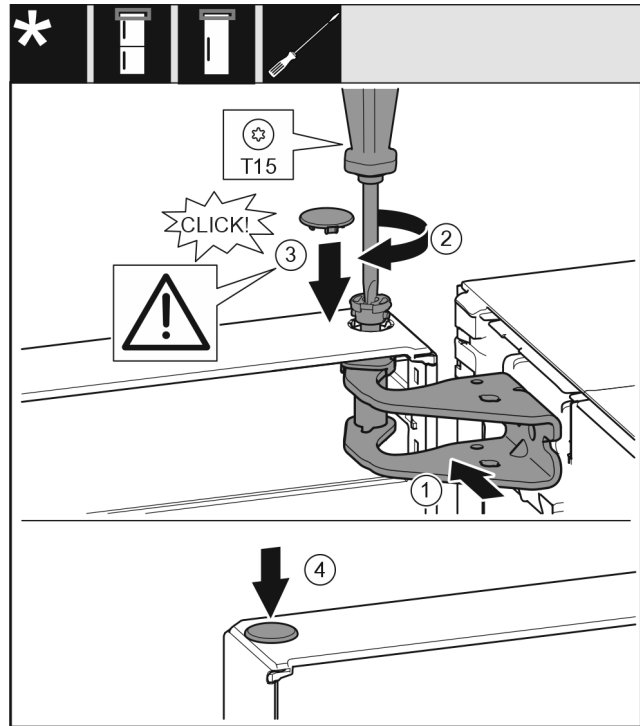

Fig. 30
- Tür oben zur Öffnung im Lagerbock Fig. 30 (1) ausrichten.
- Bolzen Fig. 30 (2) einsetzen und mit Schraubendreher festschrauben.
- Abdeckung Fig. 30 (3) einsetzen.
- Kontrollieren, dass die Abdeckung Fig. 30 (3) auf der Tür aufliegt.
- Abdeckung Fig. 30 (4) einsetzen.